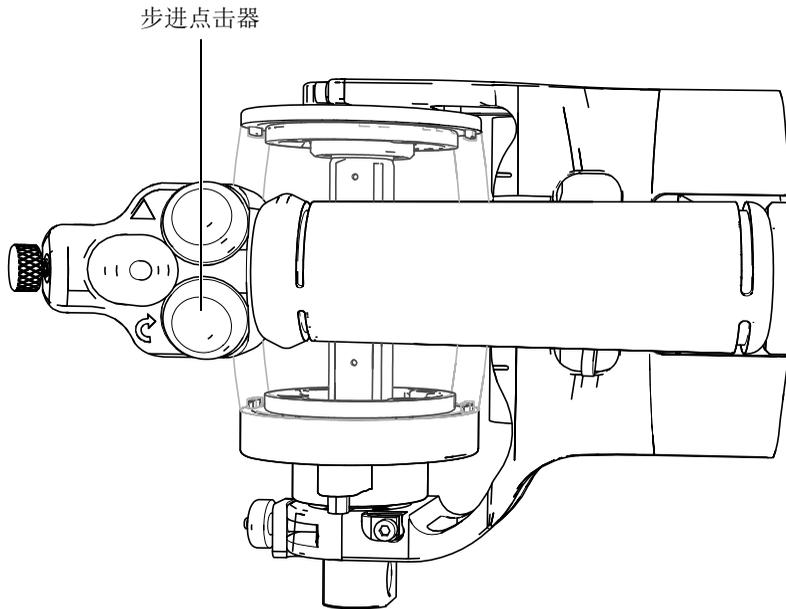

图 5-7 步进点击器的位置
13. 按下位于RollerFORM扫查器手柄顶部的步进点击器（参见第70页的图 5-7）。